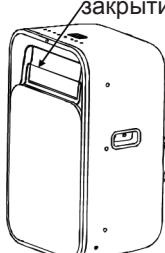

Рис. 6
• Автоматическое регулирование направления потока воздуха (рис.6):